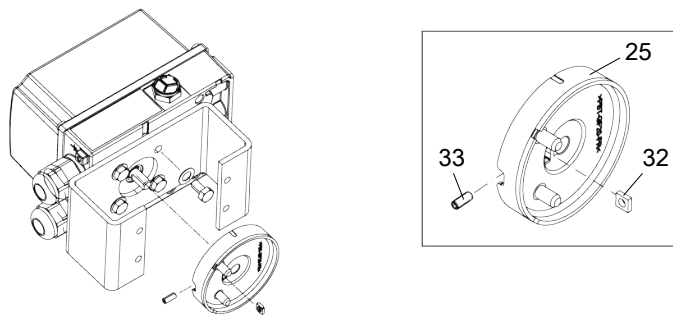

Fig. 15: Koppelingswiel
4. Fig. 15: De meenemer (26) op de asstomp van de actuator zetten en vastschroeven met een cilinderkop-schroef (30) en sluitring (3).